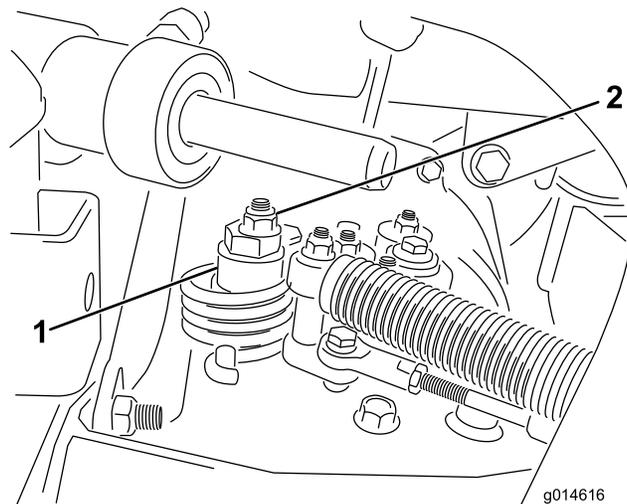

Рисунок 49
- А. Ослабьте гайку крепления эксцентрика к верхней части гидростата (Рисунок 49).
- С. Поворачивайте эксцентрик до тех пор, пока не прекратится медленное вращение колеса в любом направлении. Когда колесо перестанет вращаться, затяните гайку, которая фиксирует эксцентрик и регулировку (Рисунок 49). Проверьте регулировку в положениях